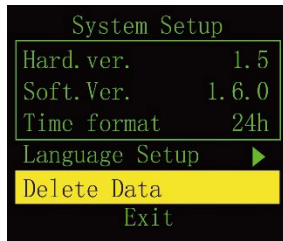

Figure 5.3 Menu du système
1) Le menu du système est montré à la Figure 5.3 :